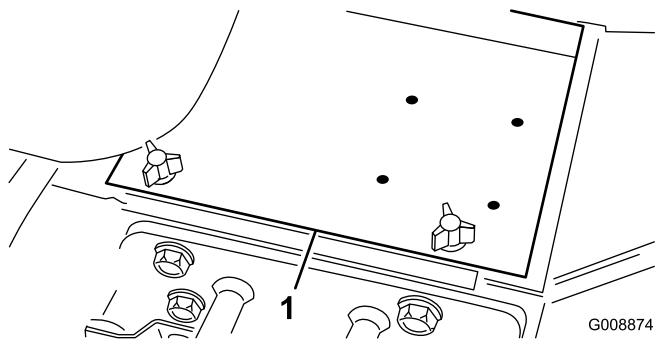

Bild 4
- Entfernen Sie die Batterieabdeckung (Bild 4).